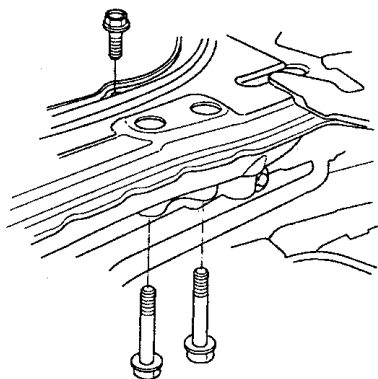

图 2-11 拆卸后端安装支架螺栓
- 39) 如图 2-11 所示, 拆下后端安装支架的装配螺栓。